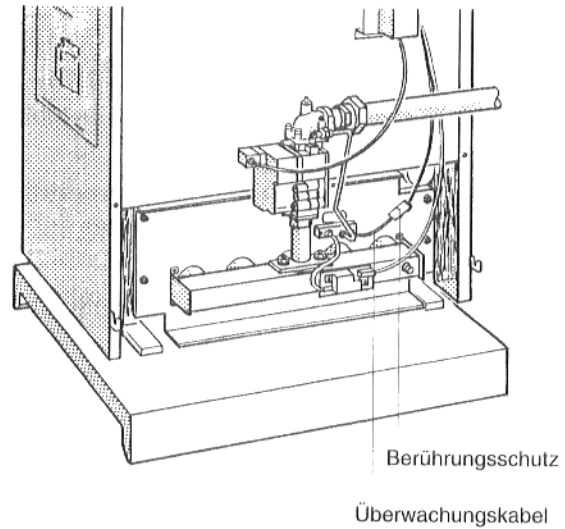

Abb. 23: Überwachungskabel
- Berührungsschutz am Überwachungskabel (Abb. 23) entfernen und Steckverbindung lösen.